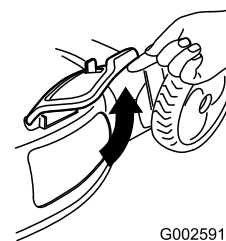

Figure 25
2. Soulevez et ouvrez le volet d'éjection latérale (Figure 25).